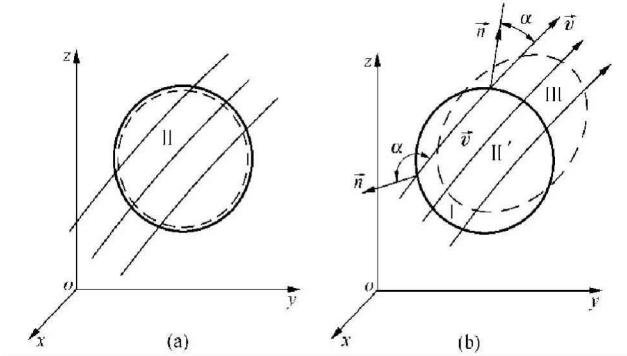

图 1-11 系统与控制体
4. 系统与控制体（见图 1-11）
在 t 时刻系统所占有的空间体积为 II ，并与与选的控制体重合，如图 1-11 (a) 所示。在 $t + \Delta t$ 时刻系统所占有的空间体积为 $\text{III} + \text{II}'$ ，如图 1-11 (b) 所示。 II' 是系统在 $t + \Delta t$ 时刻所占有的空间与原来 t 时刻所占有的空间（即控制体 II ）相重合的部分。在 t 时刻系统内的流体所具有的某种物理量对时间的导数为
由图 1-11 (b) 中可以看出，体积 V' 中包含 II' 和 III 两部分，而体积 V 包含 II' 和 I 两部分，于是可将式 (1-27) 写为